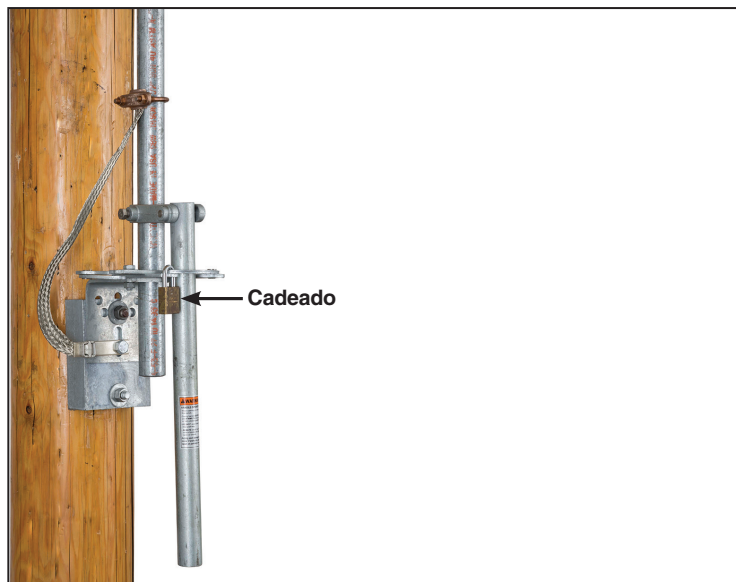

Figura 47. Remova o cadeado.
PASSO 41. Remova o(s) cadeado(s) de sua(s) haste(s) no conjunto da alavanca de operação. Ver Figura 47.